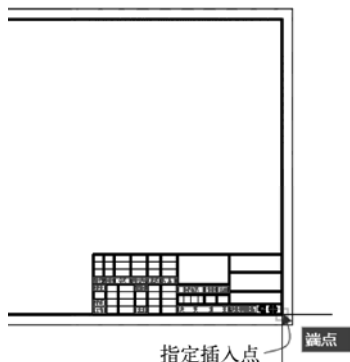

图 9-31 指定插入点
❸ 在“指定插入点或 [基点(B)/比例(S)/X/Y/Z/旋转(R)]:”提示下选择图 9-31 所示的端点作为该块的插入基点。